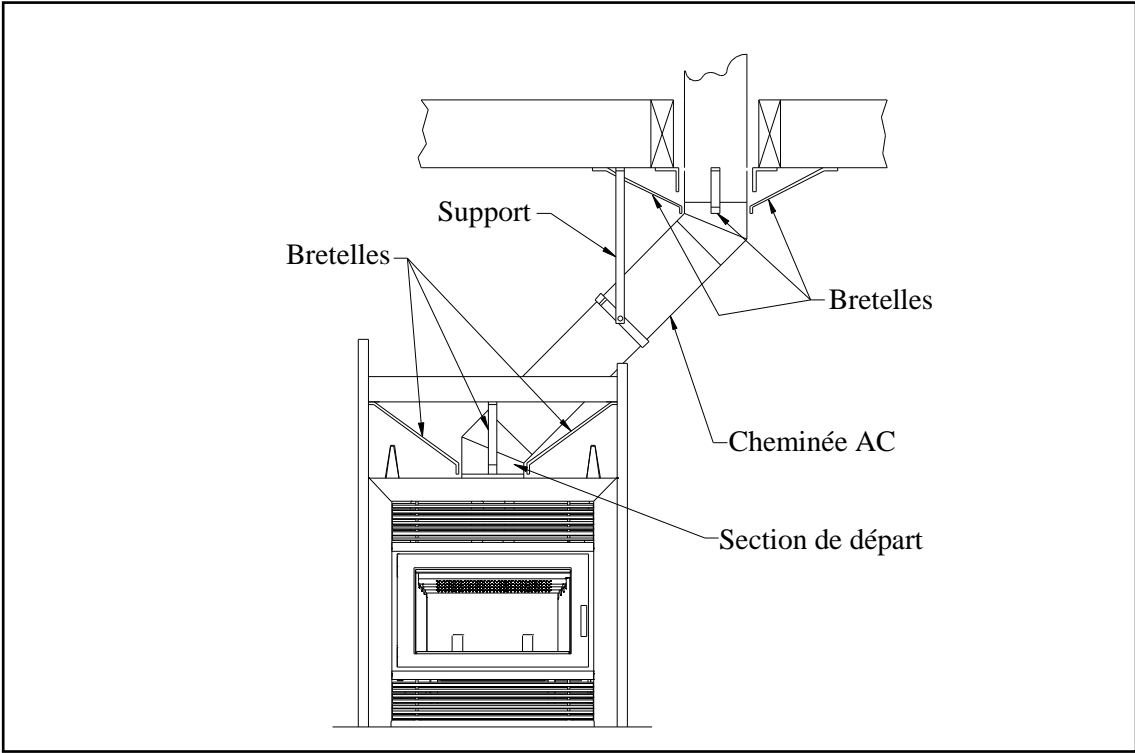

Figure 31
1. Installez le premier coude, l'orienter dans la direction désirée. Verrouillez-le en effectuant une rotation de 1/8^e de tour. Rattachez les bretelles de support au colombage de la structure à l'aide de clous ou de vis à placoplâtre (Figure 31).